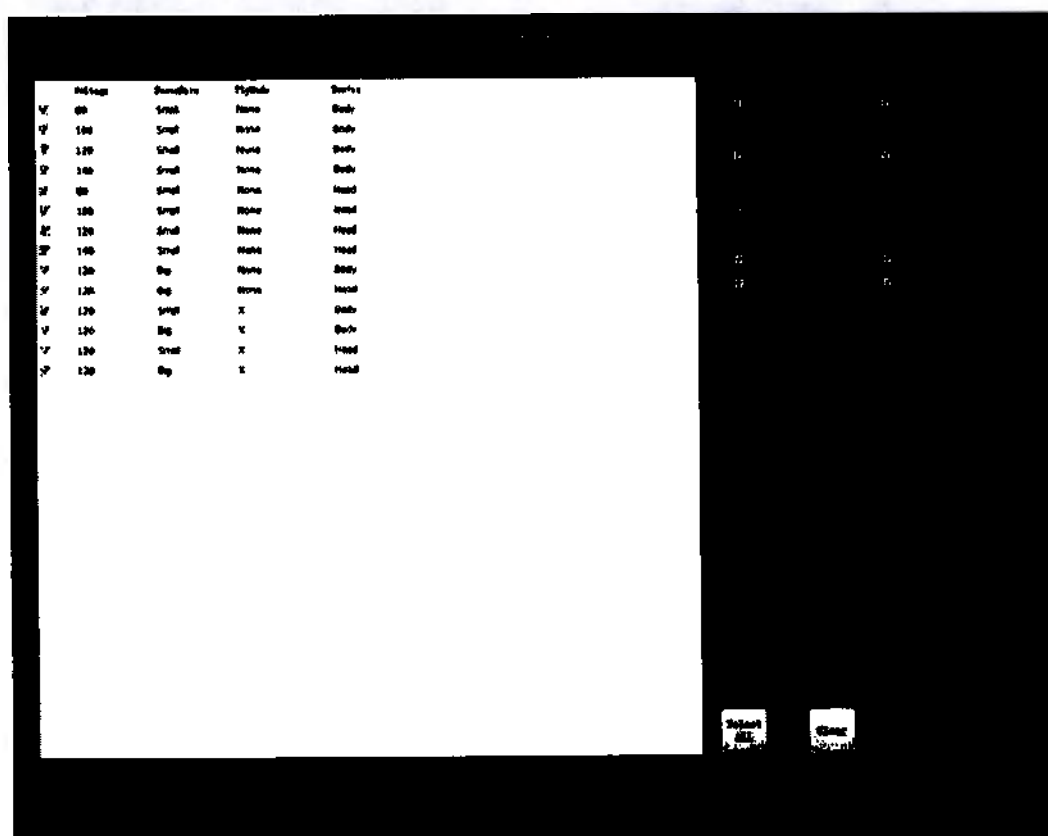

Рисунок 35 Окно быстрой калибровки
3. Нажмите кнопку [Быстрая калибровка] [Fast Calibration] (см. рис. 35).